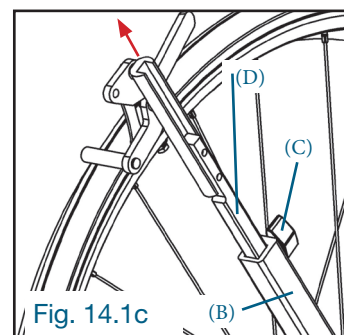

Fig. 14.1c
Desserrer légèrement le bouton de serrage (C) et retirer complètement la tige carrée (D) du bloqueur. Répéter cette étape pour le bloqueur de l'autre côté. (Fig. 14.1c)